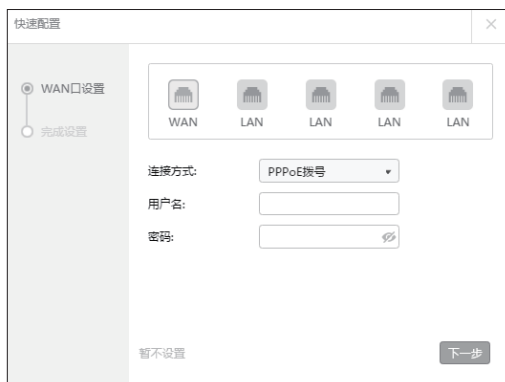

图4-5 上网方式-PPPoE
1)如果上网方式为PPPoE，即ADSL虚拟拨号方式，则需要填写网络服务商提供的上网账号和密码，如图4-5所示。